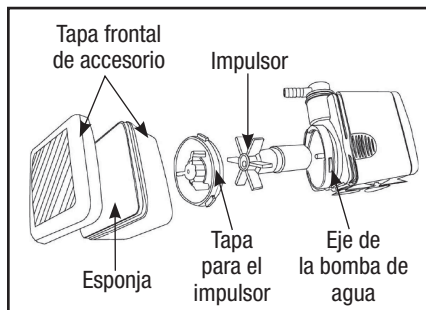

FIGURA 25
1. Desmonte la bomba de agua para ver si tiene alguna grieta o si tiene mugre adentro (ver FIGURA 25).